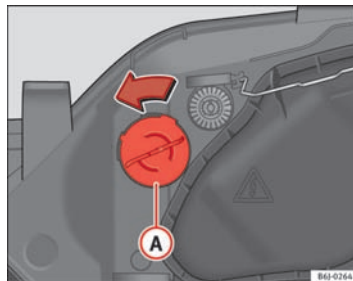

Fig. 157 Blinklys
- Drej pæreholderen ⇒ Fig. 157 A mod venstre, og træk i den.